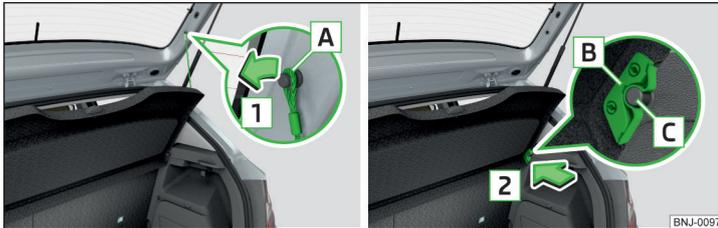

Abb. 86 Gepäckraumabdeckung ausbauen
- Die Haltebänder **A** von der Klappe in Pfeilrichtung **1** aushängen » Abb. 86.
- Die Aufnahmen **B** an der Abdeckung über die Bolzen **C** an der Seitenverkleidung stellen » Abb. 86.
- Die Aufnahmen **B** an der Abdeckung müssen vollständig an den Bolzen **C** an der Seitenverkleidung anliegen » Abb. 86.
Sind die Haltebänder **A** » Abb. 86 an der Gepäckraumklappe eingehängt, dann wird beim Öffnen der Gepäckraumklappe die Gepäckraumabdeckung mit angehoben.
Im vorderen Bereich müssen die Aufnahmen **B** » Abb. 86 auf Seite 89 an der Abdeckung vollständig in den Bolzen an der Seitenverkleidung einrasten. Im hinteren Bereich muss die Abdeckung auf beiden Seiten unter der Verrastung gesichert sein.